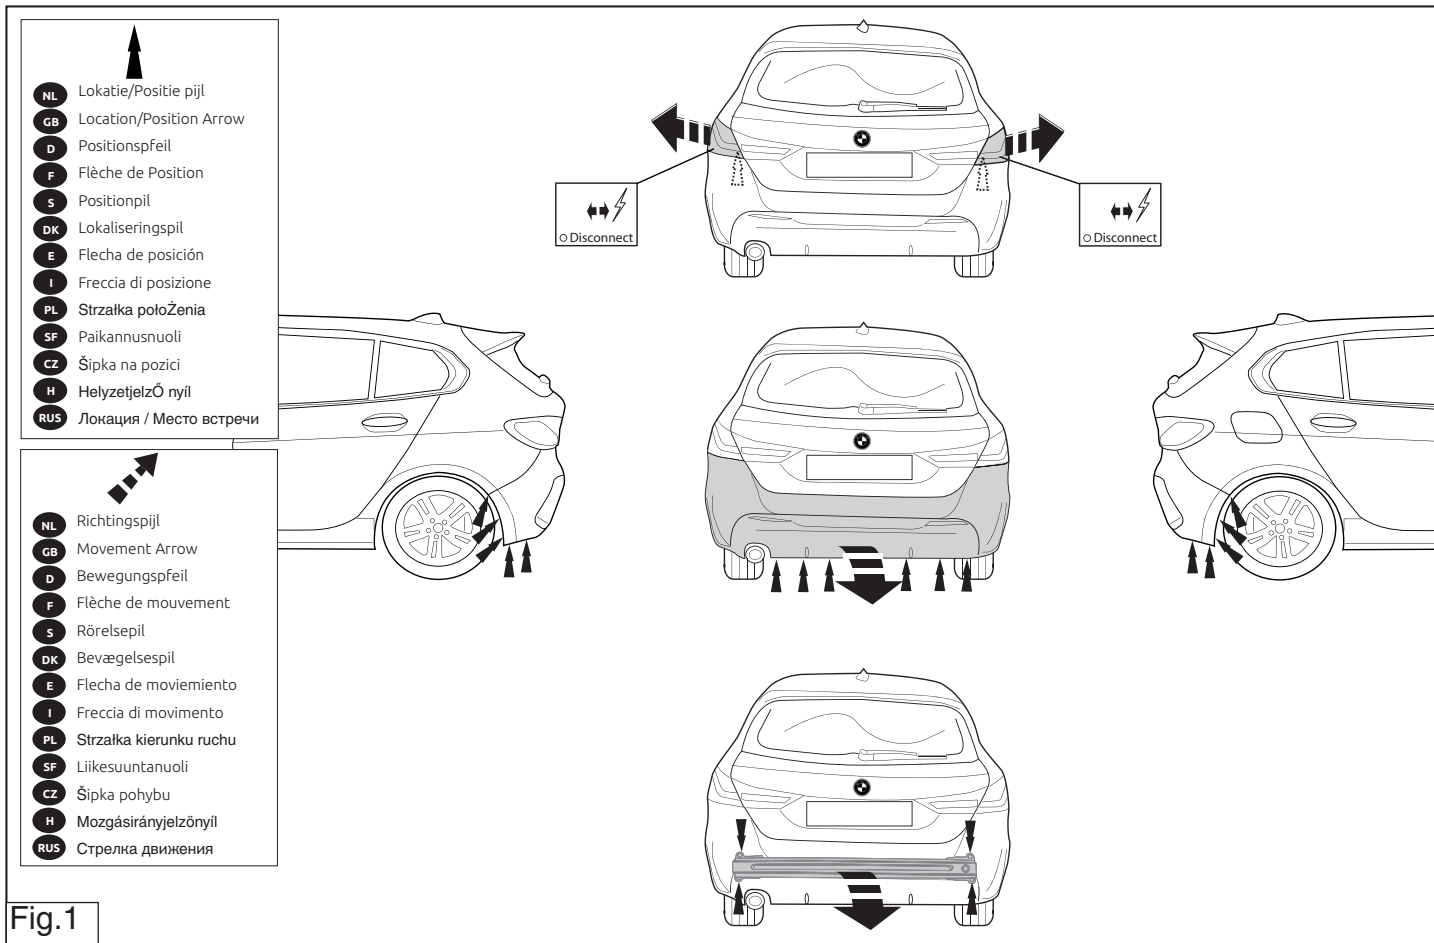

Fig.1
- буферным брусом автомобиля; буферный брус больше не понадобится. См. рисунок 1.